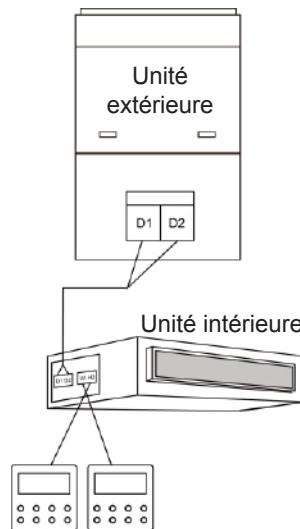

Fig. 3.5 Deux contrôleur câblés commandent une unité intérieure
- (1) Lorsqu'un contrôleur câblé commande simultanément plusieurs unités intérieures, le contrôleur câblé peut se connecter à l'une d'elles, à condition qu'elle soit de la même série. La quantité totale d'unités intérieures commandées par contrôleur câblé ne peut pas dépasser 16 éléments, et les unités intérieures connectées doivent faire partie du même réseau. Le contrôleur câblé doit définir le nombre d'unités intérieures commandées en groupe. Voir la section 3.2.3 Réglage des paramètres.
- (2) Lorsque deux contrôleurs câblés commandent une unité intérieure, leurs adresses doivent être différentes. Voir la section 3.2.3 Réglage des paramètres.
- (3) Lorsque deux contrôleurs câblés commandent plusieurs unités intérieures, le contrôleur câblé peut se connecter à l'une d'elles, à condition qu'elle soit de la même série. Les adresses de ces contrôleurs câblés doivent être différentes. Voir la section 3.2.3 Réglage des paramètres. La quantité totale d'unités intérieures commandées par contrôleur câblé ne peut pas dépasser 16 éléments, et toutes les unités intérieures connectées doivent faire partie du même réseau. Le contrôleur câblé doit définir le nombre d'unités intérieures commandées en groupe. Voir la section 3.2.3 Réglage des paramètres.
- (4) Lorsqu'un (ou deux) contrôleur(s) câblé(s) commandent plusieurs unités intérieures à la fois, les réglages de ces unités doivent être les mêmes.
- (5) Le câblage du contrôleur câblé et du réseau d'unités intérieures doit être effectué conformément à l'une des quatre méthodes de câblage indiquées sur la figure 3.4-3.7. Pour la méthode de connexion indiquée sur les fig. 3.5 et 3.7, il ne doit y avoir qu'un contrôleur câblé maître (l'adresse est 01) et un contrôleur câblé esclave (l'adresse est 02). Il ne peut pas y avoir plus de deux contrôleurs câblés.